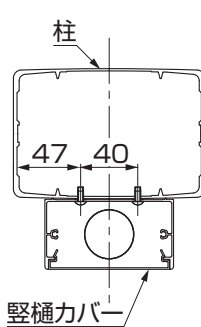
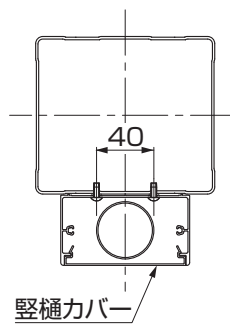

図 1-2 標準 (2台用)
図 1-4 標準 (3台用)
- 標準の場合は、竖樋カバーを柱の中央にあわせて取付けてください。(図1-2、図1-4参照)